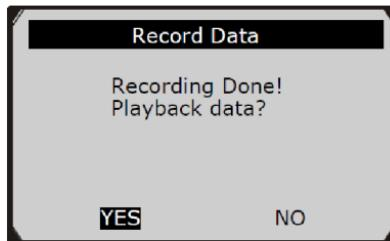

Рис. 5.27
- 8) Сканер записывает данные ПИД до момента нажатия пользователем кнопки **ESC**, заполнения ячейки памяти или после завершения записи. На экране отображается сообщение с предложением о повторном воспроизведении данных (рис. 5.27).